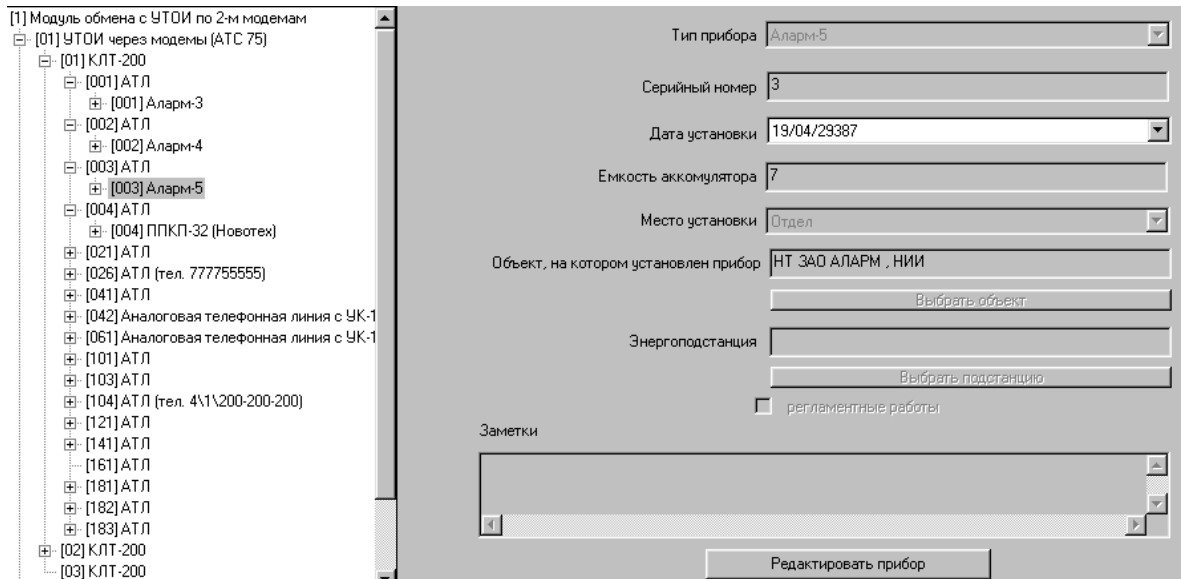

Рисунок 33
4.3.4 Ввод, корректировка и удаление данных по приборам и 8-шлейфным группам (паролям) осуществляется следующим образом. В закладке «Технические средства» установить маркер на требуемый номер ретранслятора АТС (УТОИ через модемы, либо виртуальная АТС связи с GSM - модулем), далее выбрать нужный КН, линию, прибор и нажать в правом окне кнопку «Редактировать прибор» (рисунок 33). Заполнить следующие поля: «Серийный номер», «Емкость аккумулятора», «Место установки», если требуется – «Дата установки» и «Заметки». Нажать кнопку «Изменить».